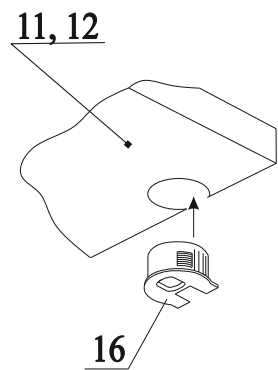

Рис.10
21. В отверстия на деталях 11 вбить полкодержатель с эксцентриком 16 (рис.10);